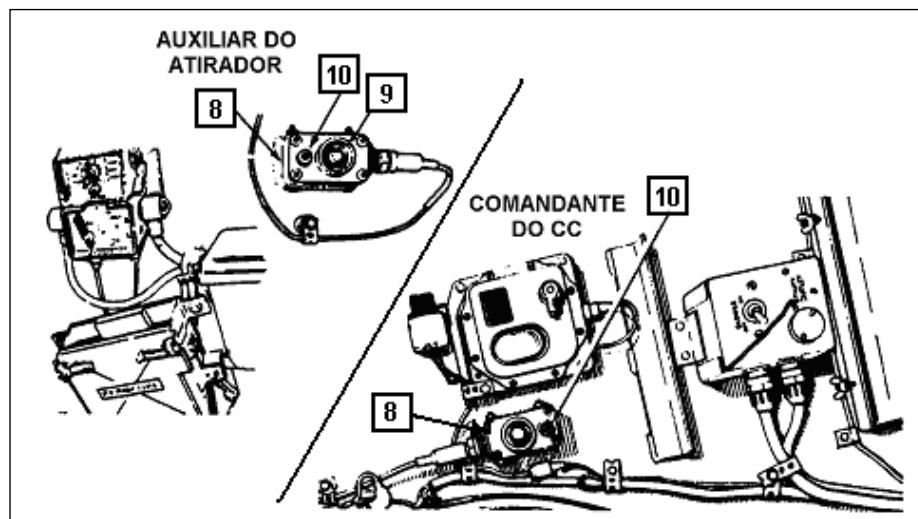

Fig 4-122. Corte de emergência do sistema de estabilização
e. Corte de emergência do sistema de estabilização(8) (Fig 4-122)
(1) Durante a operação da estabilização podem ocorrer panes no sistema, redundando em descontrole dos movimentos ou acidentes com pessoal dentro e fora da torre. Para solucionar essas panes existe um sistema de corte de emergência que pode ser acionado pelo Cmt CC e pelo Aux At. O funcionamento de ambos é idêntico.
(2) Botão de corte(9) - ao ser acionado, desliga a chave da estabilização do dispositivo de seleção e controle; o sistema permanecerá no modo de espera.
(3) Lâmpada indicadora(10) - na cor verde, acende quando a estabilização esta ativada.